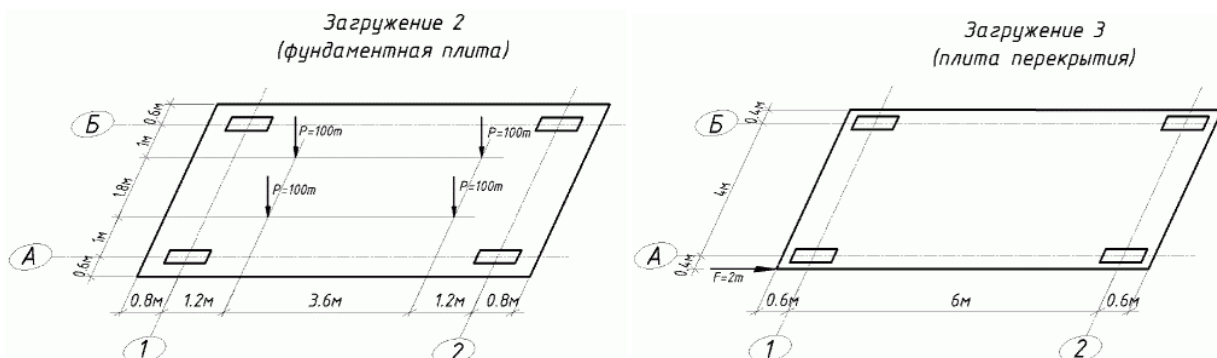

Рисунок 7 - Схемы загрузки плит каркаса
- постоянная равномерно распределенная нагрузка  $g_2 = 1,0$  т/м2 и постоянная сосредоточенная вертикальная нагрузка  $P = 100$  т, приложенные на фундаментную плиту (рисунок 7).
- Загружение 3 - сосредоточенная горизонтальная нагрузка  $F = 2$  т, приложенная на плиту перекрытия (рисунок 7).